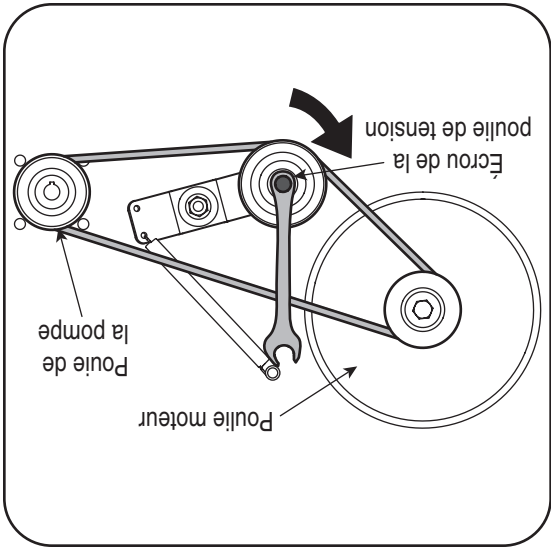

Figure 5-2
6. Tandis que votre assistant maintient la fenduse dans cette position, utilisez une clé hex. de 9/16es de pouce ou une clé à douille pour tenir l'écrou de la poulie de tension et faites pivoter le support de la poulie de tension comme à la Figure 5-2. De cette façon, il sera facile de dégager la courroie de la poulie de tension.
8. Faites passer la courroie neuve sur les trois poulies, comme à la Figure 5-2.